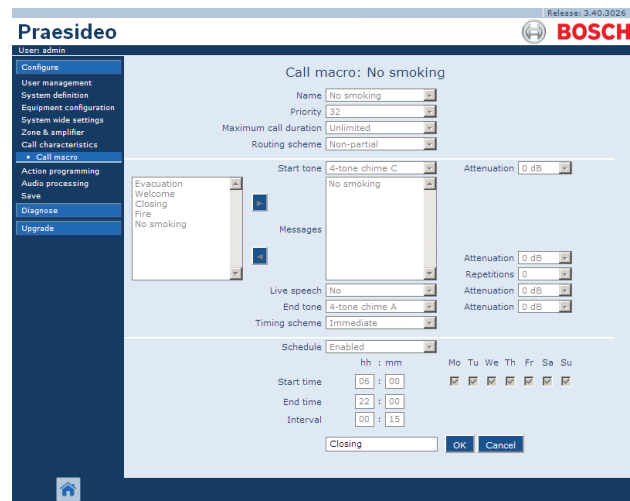

Abbildung 46.4: Neues Ansagemakro erstellen, Schritt 3
- 3 Geben Sie den Namen für das neue Ansagemakro im Feld *Name* ein (Beispiel siehe Abbildung 46.4). Dieser Name kann bis zu 16 Zeichen lang sein.